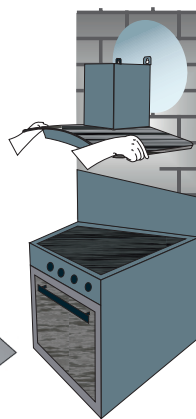

Рис. 8
6. Подвесьте вытяжку на шурупы (A, B), выровняйте её по горизонтали и затяните шурупы отвёрткой. По завершении выравнивания окончательно закрепите вытяжку при помощи шурупов через отверстия (C, D) изнутри вытяжки (Рис. 8). Если Ваша вытяжка будет работать в режиме отвода воздуха в вентиляционную шахту, наденьте один конец гибкого воздуховода (в комплект поставки не входит) на переходной фланец.